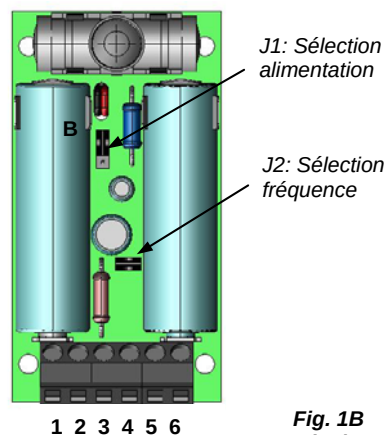

Fig. 1B
- Effectuer les connexions comme indiqué dans les paragraphes précédents et sélectionner l'alimentation de l'émetteur au moyen du cavalier prévu à cet effet (J1, Fig. 1B):
- Relier au bornier prévu à cet effet (bornes 3 et 4, Fig. 1B) le contact de la tranche ou de la sécurité extérieure à l'émetteur.
- Relier au bornier prévu à cet effet (bornes 5 et 6, Fig. 1B) le contact de la tranche résistive 8K2 extérieure à l'émetteur. **Si cette option n'est pas utilisée, NE PAS ponter les bornes 5 et 6.**